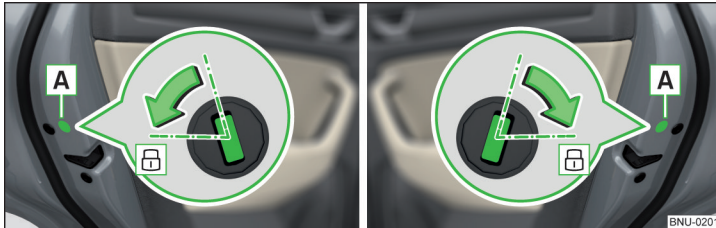

Abb. 358 Tür links / Tür rechts
- › Bei Fahrzeugen mit der Blende **A** diese Blende entfernen » **Abb. 358**.